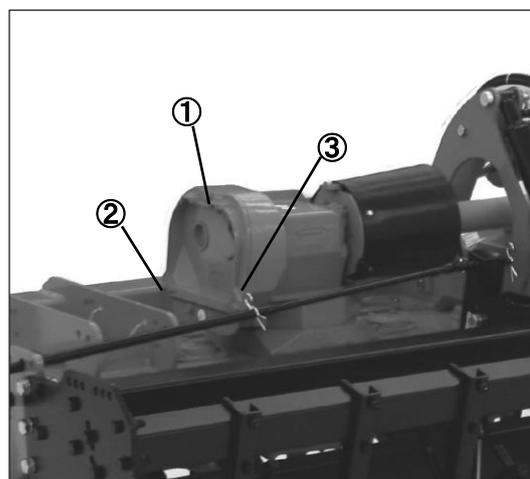

図 51
- 1) そのボルト(図 51 の 1、2、3)を外し、ギアボックスの後部カバーを取り外してください。